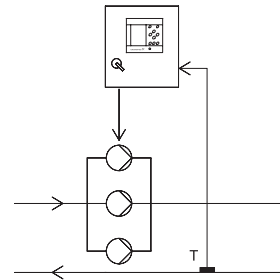

Рис. 13 Температура в обратном трубопроводе
- Температура в обратном трубопроводе с одним датчиком, см. рис. 13.